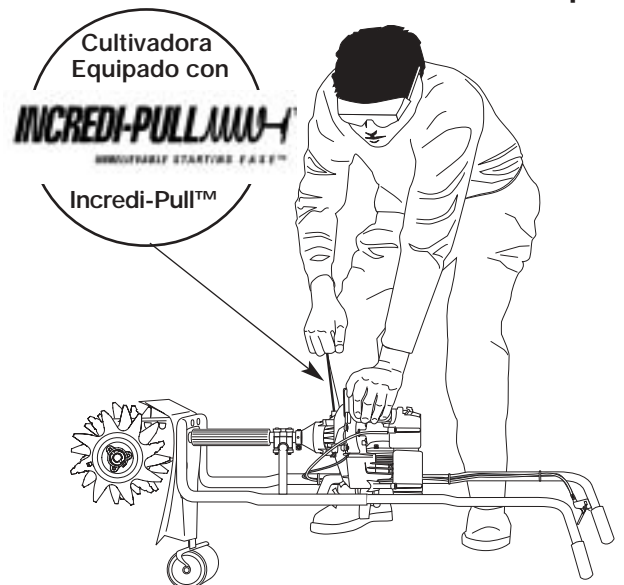

Fig. 10
**ADVERTENCIA:** Evite los arranques accidentales. Colóquese en posición de inicio cuando tire de la cuerda de arranque (Fig. 10). El operador y la unidad deben estar en una posición estable al arrancar la unidad para evitar graves lesiones personales.
5. Ponga la unidad en el suelo en posición horizontal, con los extremos de las manijas descansando sobre el suelo (Fig. 10).